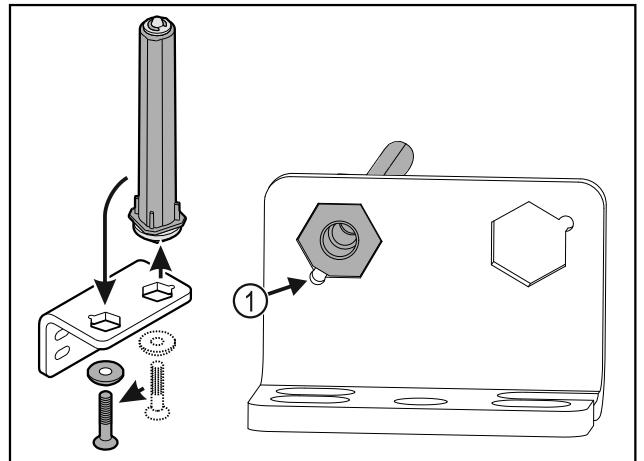

Fig. 37
- Varmista, että pultin viiste Fig. 37 (1) osoittaa pyöreää aukkoa kohti, kun se asetetaan paikalleen.